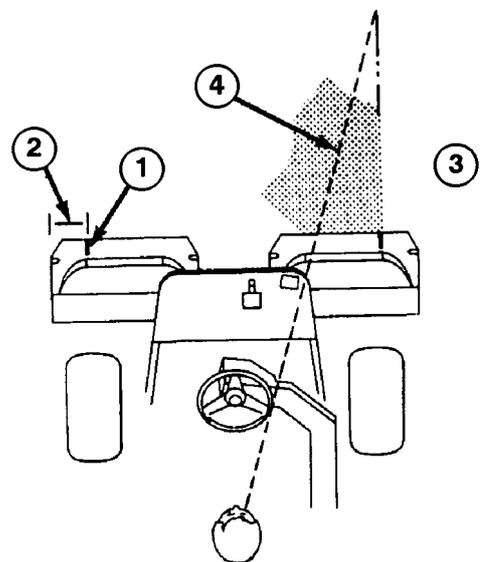

Figure 12
2. Coller une bande de ruban adhésif blanc ou peindre une ligne sur chaque bac, parallèle au bord extérieur (Fig. 12).